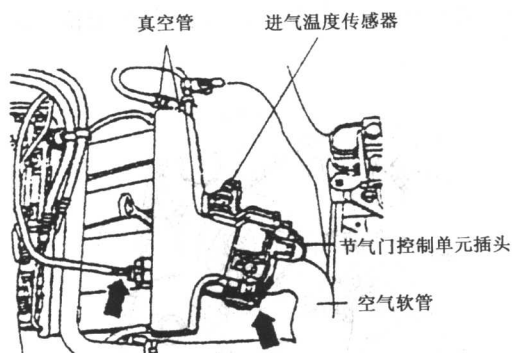

图 1.24 拆下节气门控制装置的拉锁和软管
(2) 拆下冷却液膨胀罐和软管。
(3) 拆下节气门控制装置处的节气门拉锁和空气软管, 断开通向活性炭罐真空管, 拉出通往制动助力器的真空管, 如图 1.24 所示。